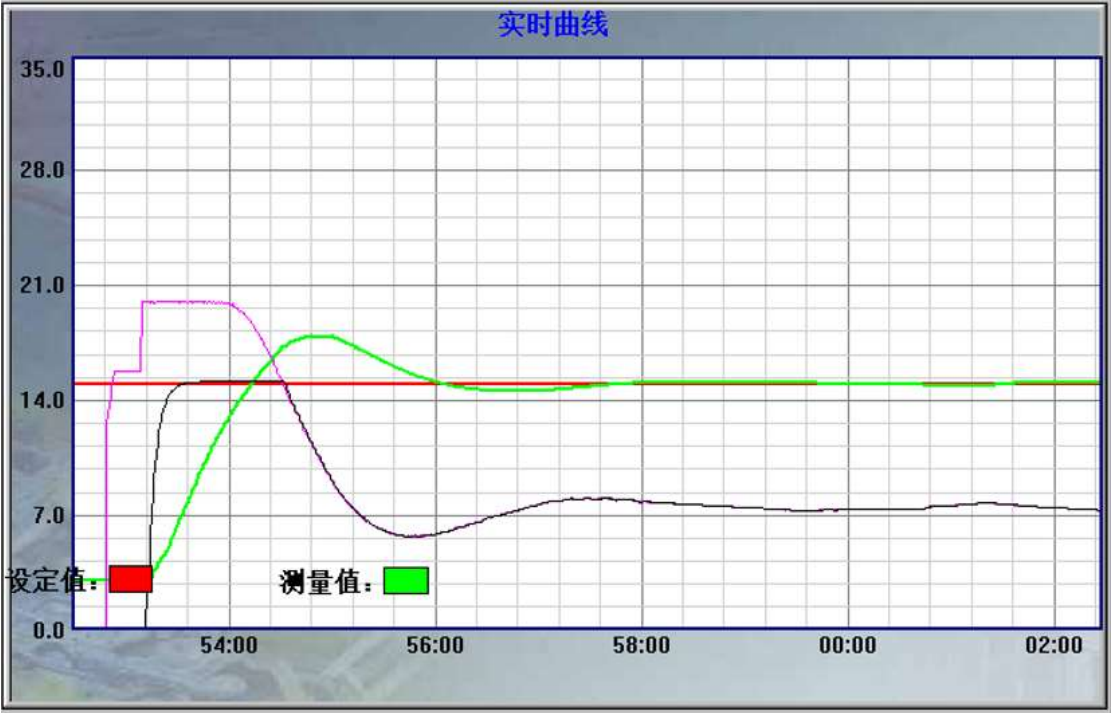

图 3-3 实时曲线界面
(3) 编写实时曲线界面，如图 3-3 所示，要求能显示 10 分钟内的液位和流量的实时曲线。